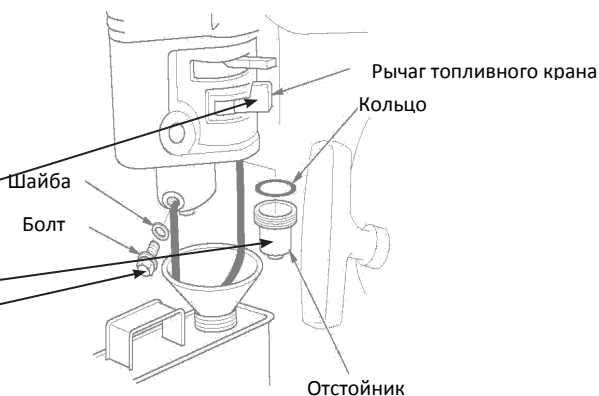

Рис.15
ОЧИСТКА ФИЛЬТРА-ОТСТОЙНИКА КАРБЮРАТОРА (Рис.15)
1. Установите топливный рычаг в положение Off (закрыто)Рис.15